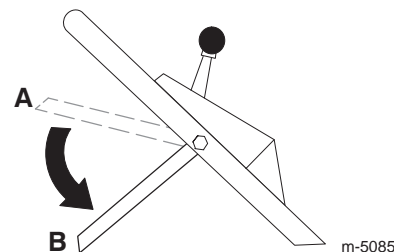

Figura 17
10. Suelte la barra de control de la cuchilla; consulte la posición **B** de la Figura 17. Debe oír un ruido fuerte. La cuchilla debe detenerse en 3 segundos.
2. Mueva la barra de control de la cuchilla a su posición más baja (Posición **B** de la Figura 17).